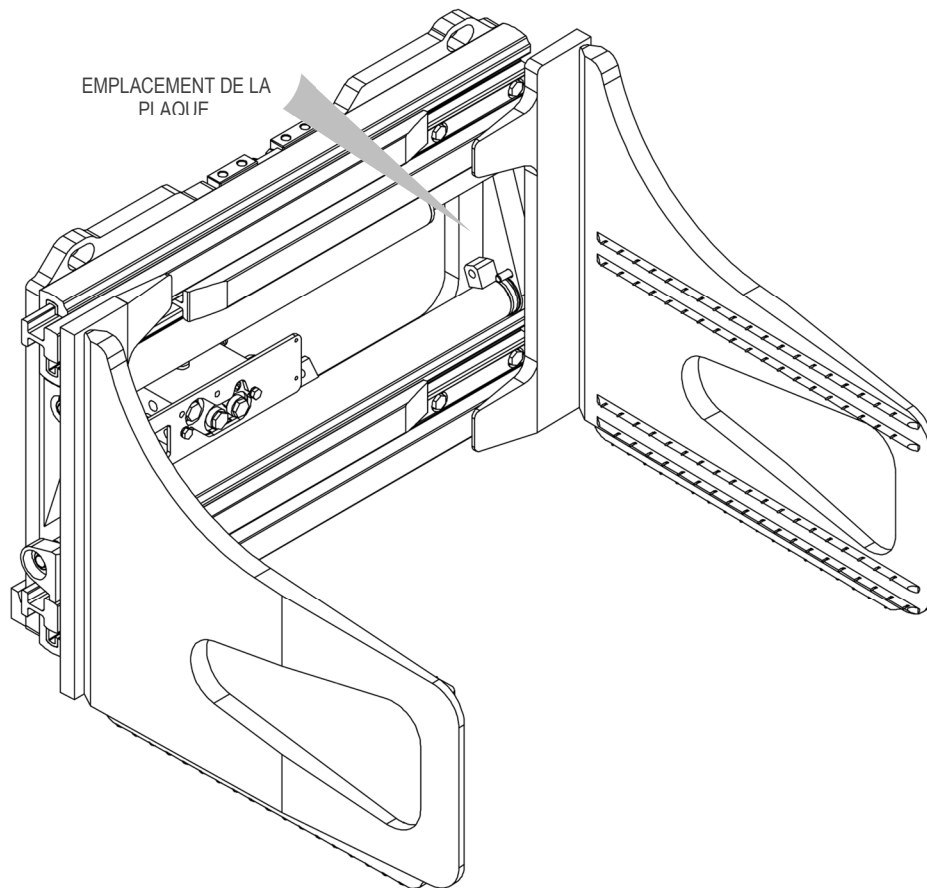

Figure 1
Tous les équipements A.T.I.B. – « PINCE À BALLES AVEC MÂCHOIRES MINCES TYPE 474.131 | PINCE À BALLES AVEC MÂCHOIRES ENRUBANNÉES TYPE 474.130 | PINCE POUR BLOCS EN CAOUTCHOUC MOUSSE TYPE 474.195 » sont identifiés par une plaque adhésive (voir *tableau 1*) placée sur l'équipement (voir *figure 1*), toujours se référer au numéro de série.
5. Pour la manutention, des courroies ou des chaînes correctement dimensionnées par rapport au poids de l'équipement indiqué sur la plaque signalétique doivent être utilisées (voir *Figure 1* et *Tableau 1* à la page 7).
9. Connecter le circuit hydraulique, en s'assurant que la pression de service des tuyaux est supérieure ou égale à celle indiquée sur la plaque signalétique (voir *Figure 1* et le *Tableau 1* à la page 7).
6. Pour la manutention, des courroies ou des chaînes correctement dimensionnées par rapport au poids de l'équipement indiqué sur la plaque signalétique doivent être utilisées (voir Figure 1 et le Tableau 1 à la page 7).